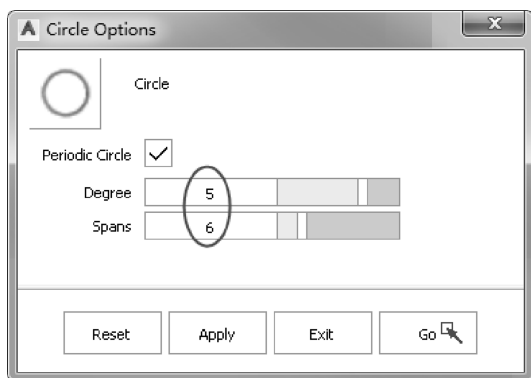

图 3-100 参数设置
- 54 旋转视图，单击【ViewCube】工具中的【Left】，进入【Left】正交视图。在曲线的左端点处放大视图。双击【Circle】工具图标，打开圆形曲线选项对话框，设置阶数和细分量参数，如图 3-100 所示。